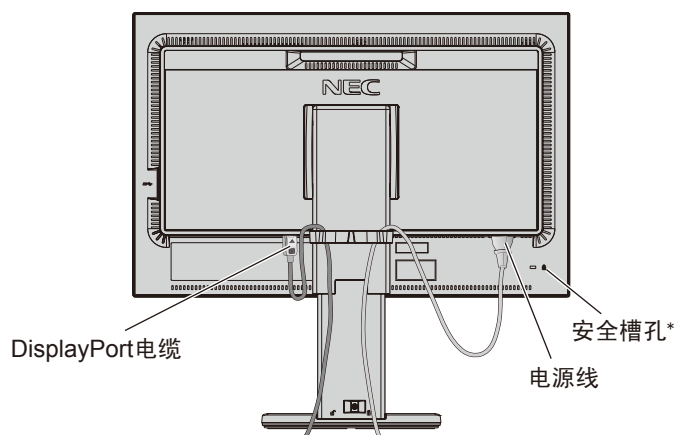
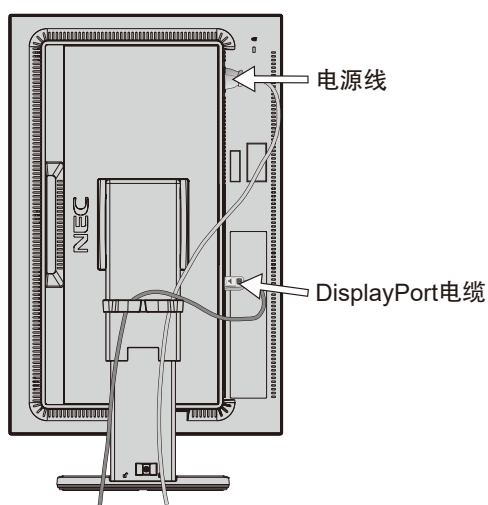

图 C.2
图 C.3
5. 为使缆线整齐有序，请将它们放入安装在立架上的缆线支架内 (图 C.2 和 图 C.3)。